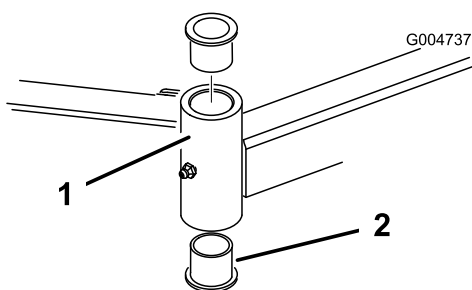

Figura 81
4. Introduza um punção para cavilhas na zona superior ou inferior do tubo de montagem e retire o casquilho para fora do tubo (Figura 81).